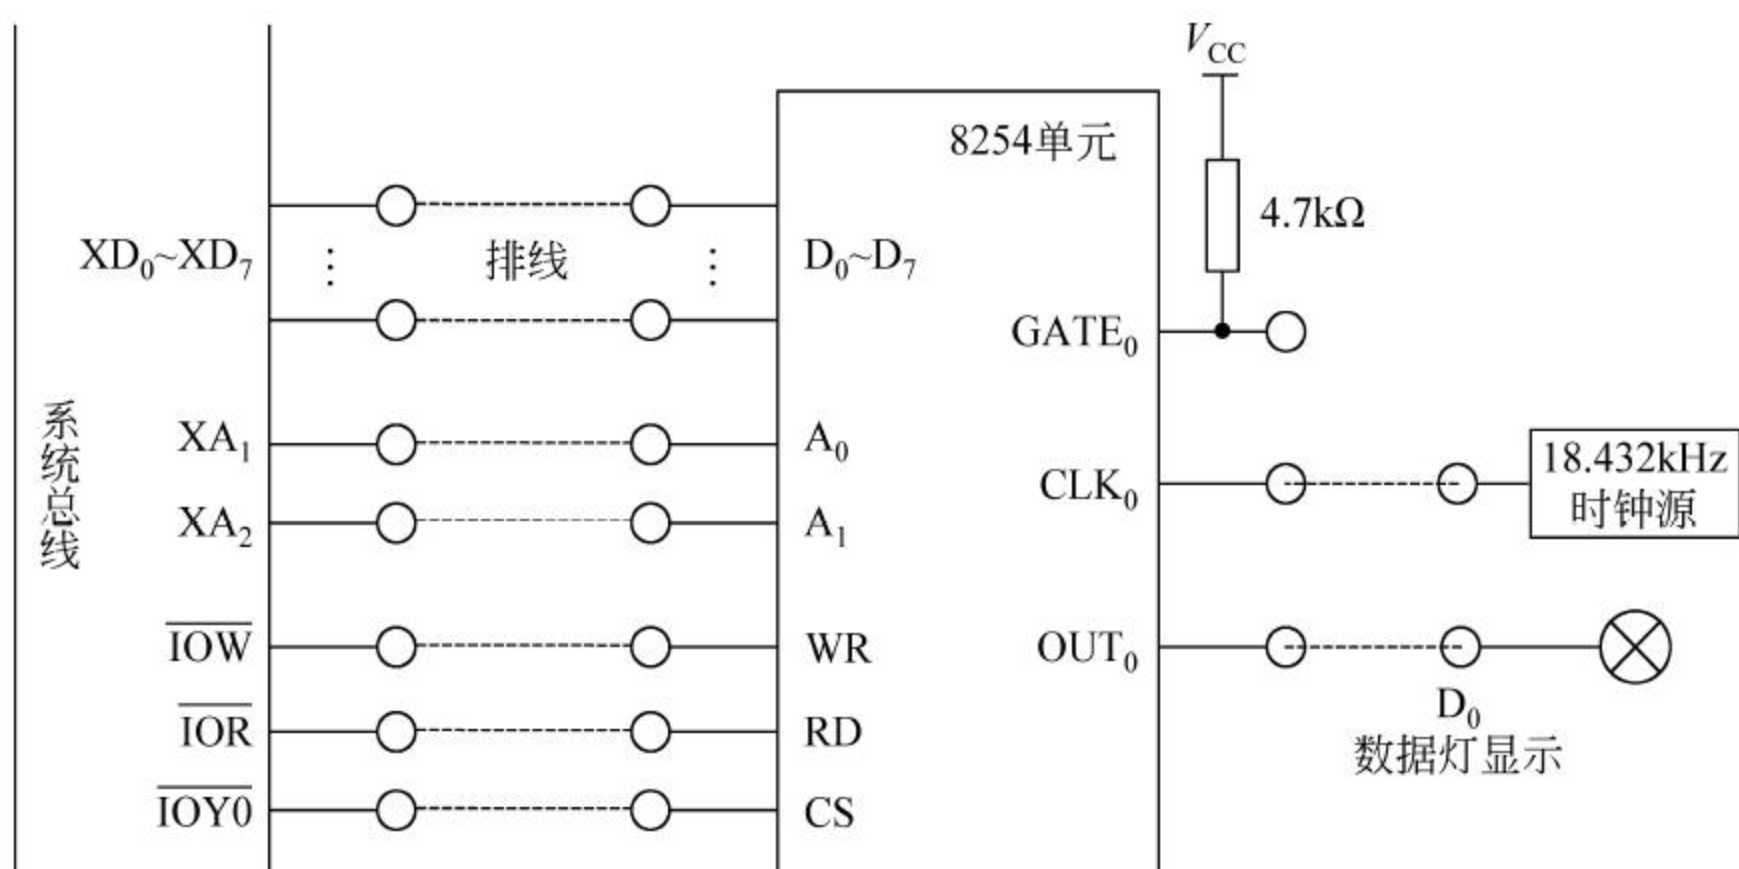

图 11-7 8254 定时应用实验接线图
(1) 参考图 11-7 所示连接实验线路(图中虚线及 GATE₀ 端需要自行连线)。
(2) 运行 Tdpit 集成操作软件,查看端口资源分配情况。记录与所使用片选信号对应的 I/O 端口地址。
(3) 编写 8254 初始化程序,设置适当计数初值,使 8254 的计数器通道 0 输出 1Hz 的连续方波。可通过 OUT₀ 端连接的发光二极管来观察输出脉冲的频率。
(4) 编译、链接、运行,观察结果。